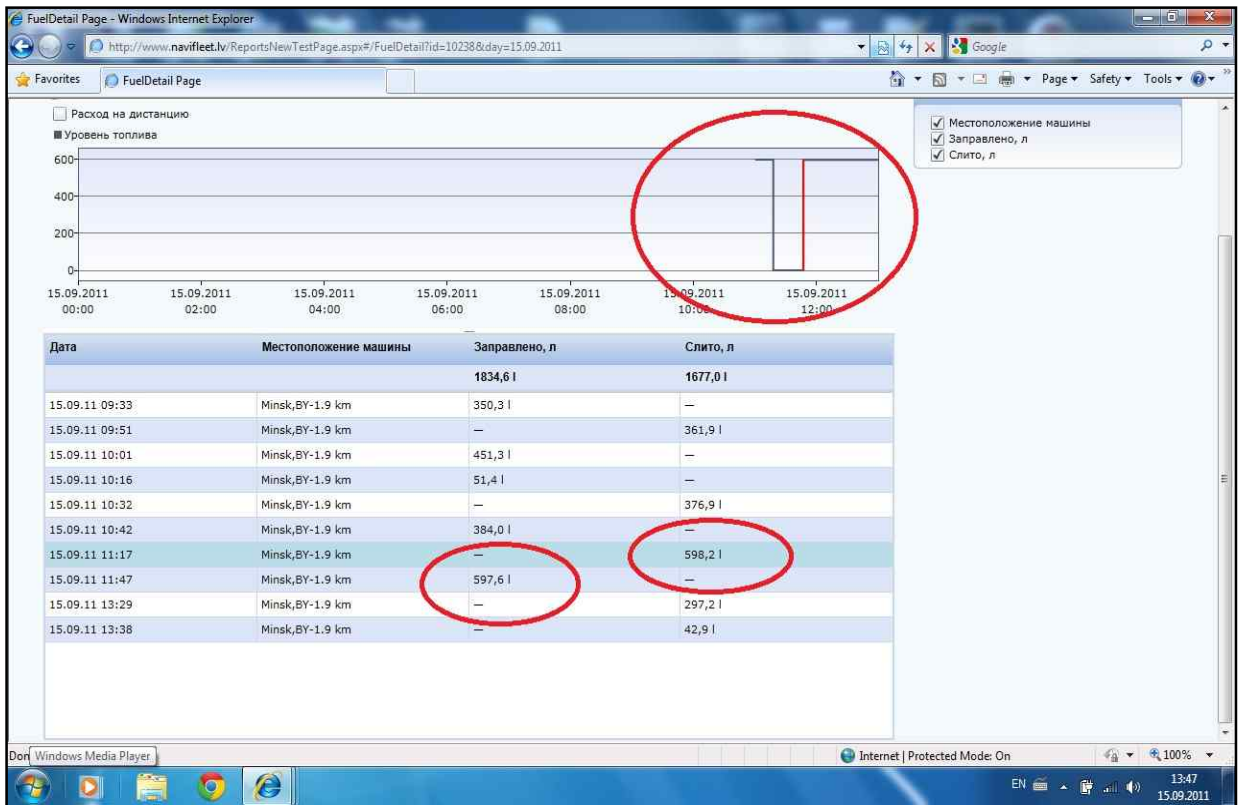

Рисунок 4
3.5. Для проверки правильности введенных данных и корректной работы визуально в окне аналитического ПО NaviFleet проверить корректность данных (Рис. 4):